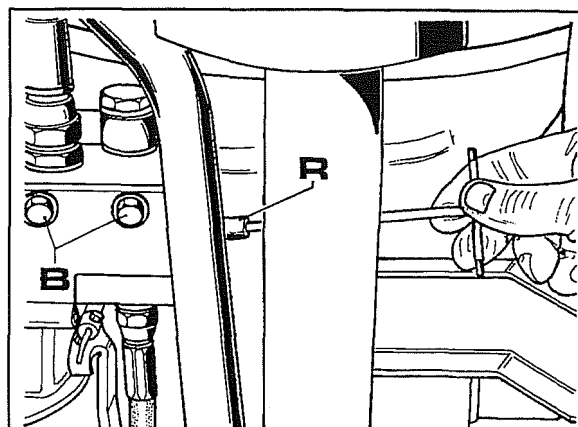

Fig. 2
2. Para poder desatarraxar e retirar a acima referida válvula é necessário retirar os dois parafusos **B** de fixação do grupo válvulas situadas debaixo do próprio grupo, ver fig.2.